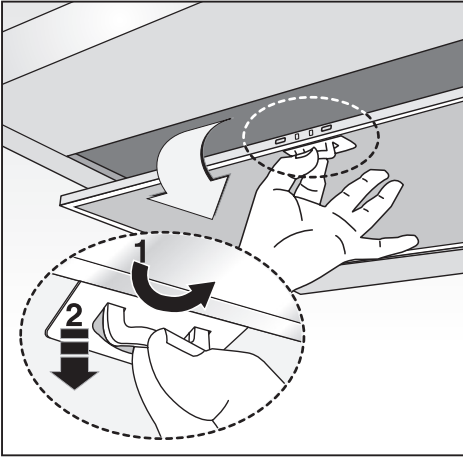

Fig.16 / 16. attēls
- Afstanden mellem oversiden af komfuret og underkanten af emhætten skal være mindst **65 cm**. Hvis der bruges et tilslutningsrør bestående af to dele, skal den øverste del anbringes uden på den nederste del. Emhættens aftræk må ikke tilsluttes rør, der bruges til cirkulation af varm luft eller til udsugning af røg og damp fra andre apparater, der kører på andre energikilder end elektricitet. Fjern fedtfilter/-filtrene (Fig.16), så emhætten er nemmere at håndtere, før monteringen fortsættes.
- Hvis, Deres apparat er udstyret med en nedre skorstensdel, som skal fastgøres til emhættedelen ved hjælp af skruer, fjern da filterne til opugning af fedt, ved tryk på lukkemekanismen på emhætten (Fig.16).